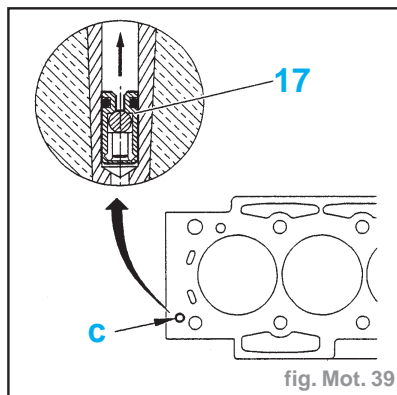

fig. Mot. 39
- Déposer le clapet anti-retour (17) en "c" (fig. Mot. 39).
- Poser un clapet anti-retour neuf (17) en "c" (fig. Mot. 39).